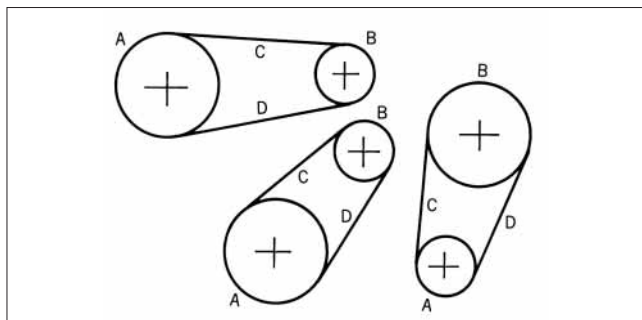

図14. チェーンをエンドレスに継ぐ位置
- 1) ローラチェーンをスプロケットに巻付けて、両端の内リンクをAまたはBの位置でスプロケットの歯に噛み合わせます。（図14）このとき大きなローラチェーンの場合はチェーンの両端をワイヤで引き寄せて落下を防止してください。